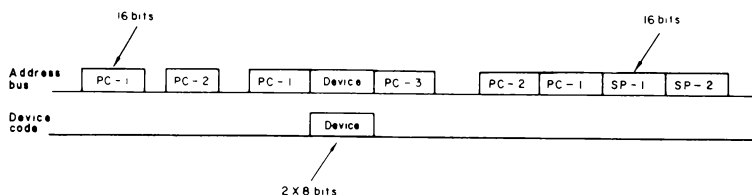

Fig. 6-12. Rappresentazione dei tipi di dati che appaiono sul bus degli indirizzi a 16 bit.
- Le informazioni relative agli indirizzi di memoria ed al codice dispositivo di I/O che appaiono sul bus degli indirizzi di memoria (Fig. 6-12).